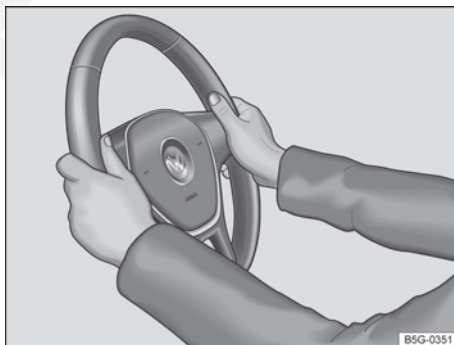

Fig. 67 No volante: posição 9 e 3 horas.
- Ajustar o volante de forma que possa ser segurado lateralmente com ambas as mãos e braços ligeiramente arqueados na borda externa (posições 9 horas e 3 horas) ⇒ Fig. 67 ⇒ ⚠.
- Segurar o volante sempre com ambas as mãos lateralmente na borda externa (posição das 9h e 3h) ⇒ Fig. 67 durante a condução, para reduzir ferimentos causados por um acionamento do airbag frontal do condutor.